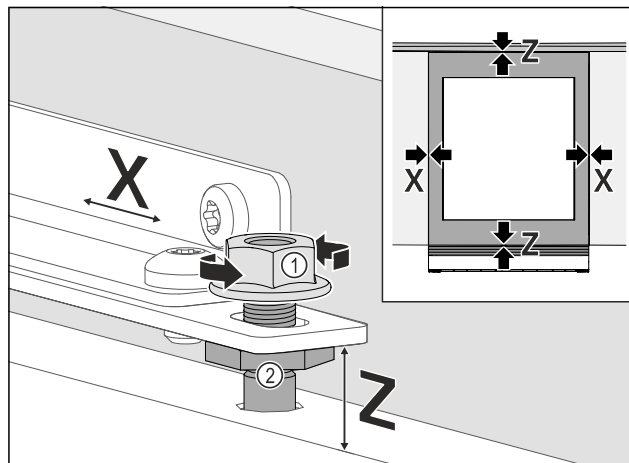

Fig. 94
- ▶ Igazítsa be a szekrényajtót oldalirányban: Oldja ki az ellenanyákat Fig. 94 (1), és tolja el a szekrényajtót X irányba.
- ▶ Húzza meg az ellenanyákat Fig. 94 (1).
- ▶ Igazítsa be a szekrényajtó Z magasságát és oldalirányú dőlését: Állítsa be a szabályozó csapot Fig. 94 (2).